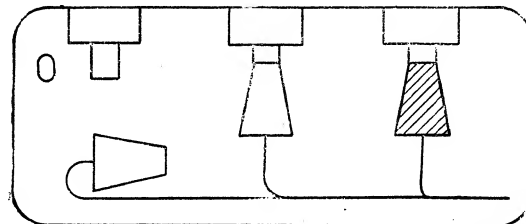

Рис. 4
2. Для поддержания сильного кипения отключается одна из втулок с электрошнуром одинакового цвета (рис. 4).